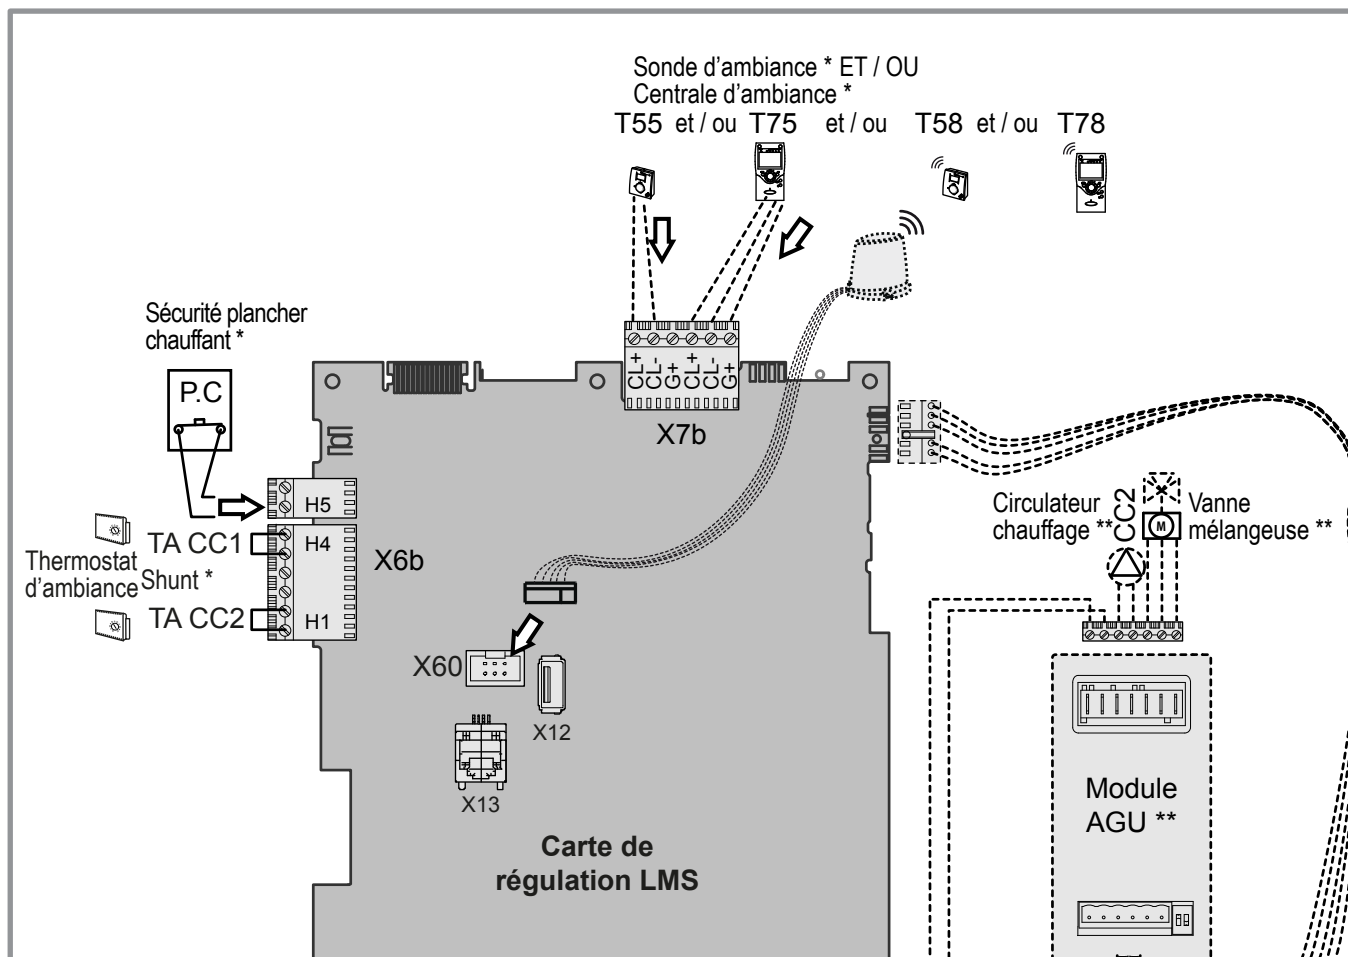

figure 25 - Raccordements sur la carte de régulation (accessoires et options)
• Installation équipée d'une ou deux sondes d'ambiance (T55) : Raccorder chacune des sondes sur l'une des bornes CL+ et CL- de la carte de régulation de la chaudière à l'aide du connecteur fourni (*figure 25, page 23*).